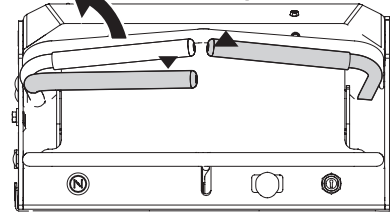

Figura 12
1. Para girar a la derecha, mueva la palanca de control del lado derecho hacia atrás respecto de la palanca izquierda (Figura 12).
2. Para girar a la izquierda, mueva la palanca de control del lado izquierdo hacia atrás respecto de la palanca derecha (Figura 12).